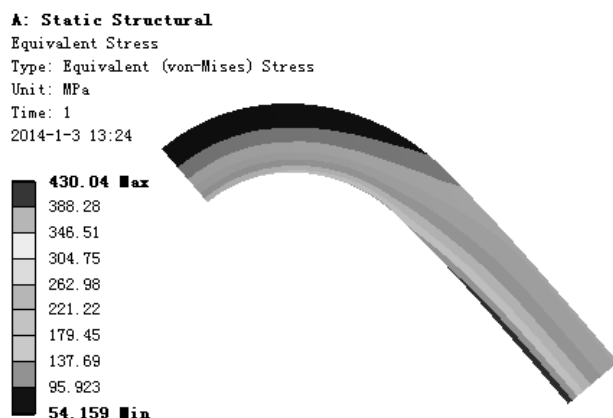

图 7.5.62 应力结果图解
(1) 求解分析。在顶部工具栏中单击  **Solve** 按钮求解分析。
(2) 查看应力结果图解。单击  **Solve** 按钮，在“Outline”窗口中选中  **Equivalent Stress**，查看图 7.5.62 所示的总应力结果，其最小应力为 54.159 MPa，其最大应力为 430.04 MPa。